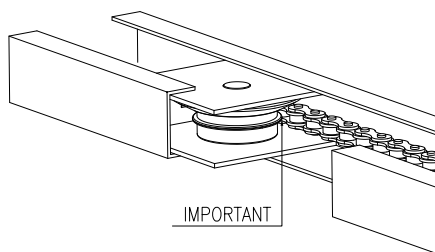

Fig. 6A
**Attenzione! Una volta completata l'installazione dell'automazione, verificare la corretta trazione della catena (cinghia) ATT. fig.6A. Se con la porta chiusa la catena dovesse risultare allentata, agire sul dado D.**